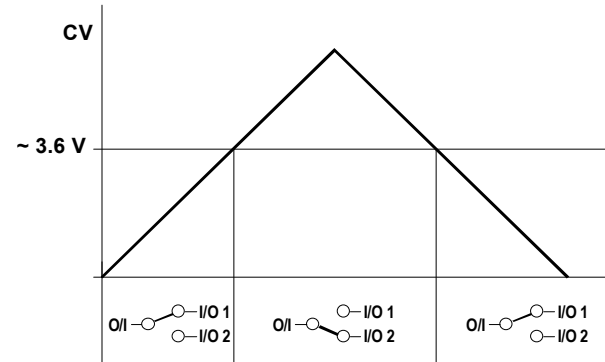

Abb. 1: Schaltverhalten des A-150
Die Buchse ① ist der **Eingang für die (digitale) Steuerspannung**, deren Pegel die Schalterstellung bestimmt (s. Abb. 1):
Die Buchse ④ ist der **gemeinsame Aus-/Eingang**. Entsprechend dem Pegel der Steuerspannung am Eingang ① ist die Buchse mit dem Ein-/Ausgang ② oder ③ verbunden (s. Abb.1).